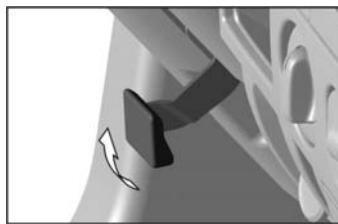

Рис. 5.9. Рукоятка механизма фиксации рулевой колонки
**28 – рукоятка механизма фиксации колонки рулевого управления** (рис. 5.9). При повороте рукоятки на себя происходит ослабление фиксации рулевой колонки, после чего рулевое колесо можно установить в удобное для водителя положение. Фиксация рулевого колеса в этом положении происходит при повороте рукоятки до упора в противоположном направлении.